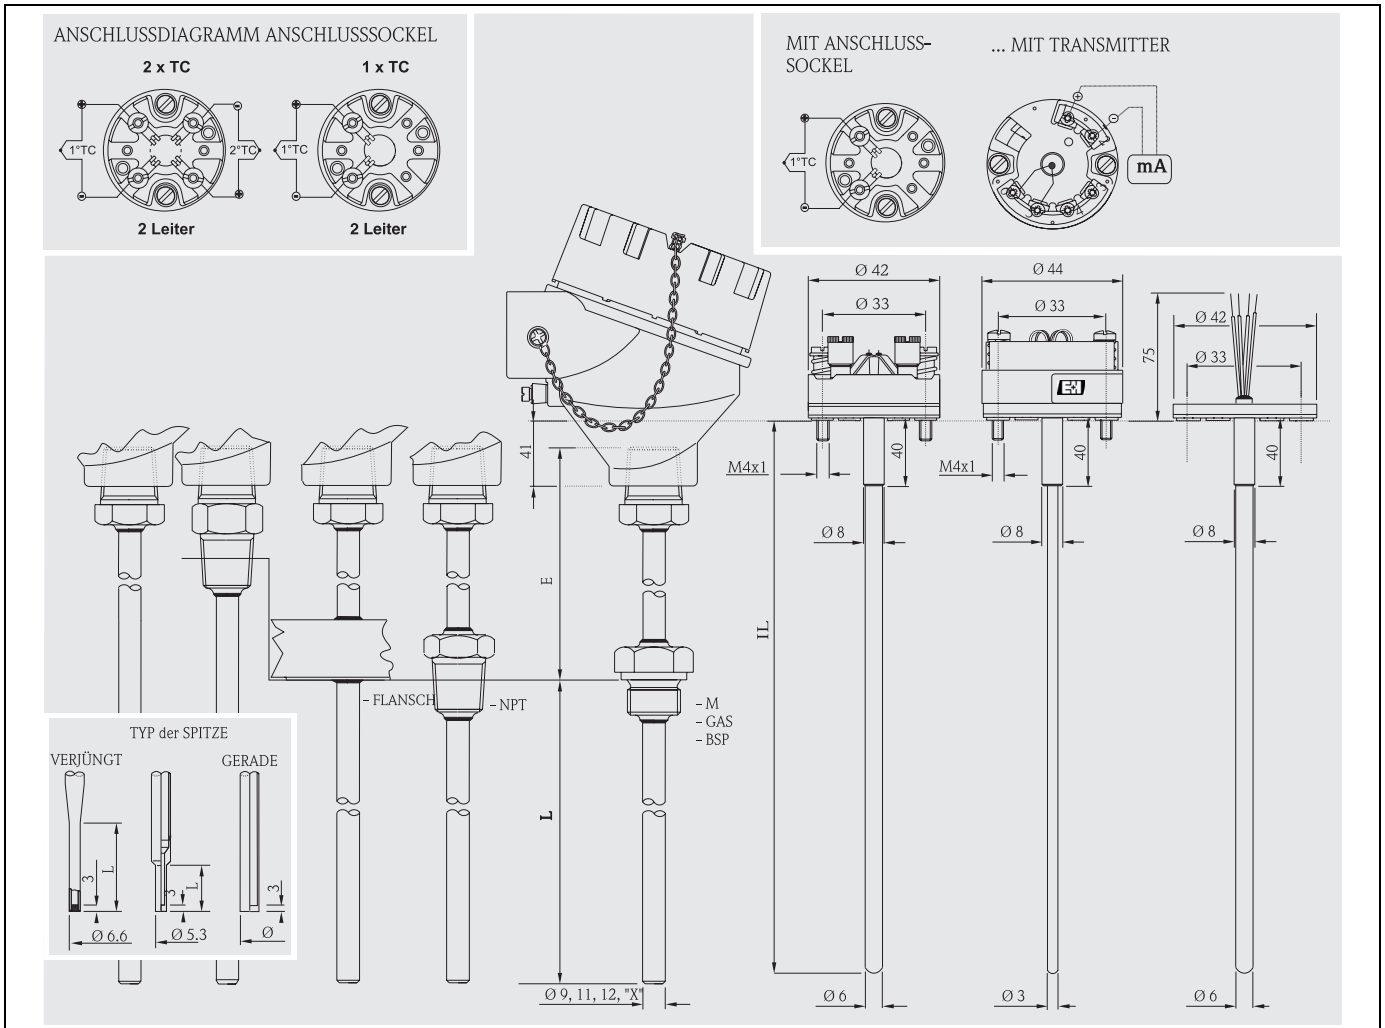

Abb. 6: Funktionale Komponenten, standardmäßige Anschlussdiagramme (Keramikanschlusssockel), Spitze am Ende des Messfühlers
Bei einem Austausch muss die Länge des Einsatzes (L) entsprechend der Einbaulänge (L) des Schutzrohrs gewählt werden (siehe Abb. 6). Falls Sie Ersatzteile benötigen, finden Sie diese in der nachfolgenden Tabelle. Hinsichtlich des Schutzrohrs beträgt die Oberflächenrauigkeit (Ra) der benetzten Teile 0,8 mm; die verschiedenen Typen von Spitzen (reduziert oder verjüngt) werden in Abb. 6 beschrieben.